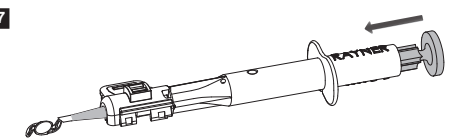

Figure 7
**Figure 7:** Appuyez sur le piston de façon lente et contrôlée. Une résistance excessive peut indiquer la présence d'un blocage. Cessez d'utiliser l'injecteur et la lentille et jetez-les. En cas de rotation de la LIO pendant l'éjection par l'embout, tournez doucement l'injecteur dans le sens inverse pour empêcher tout mouvement. Arrêtez d'appuyer sur le piston dès que la LIO sort de l'embout. Jetez l'injecteur après utilisation.